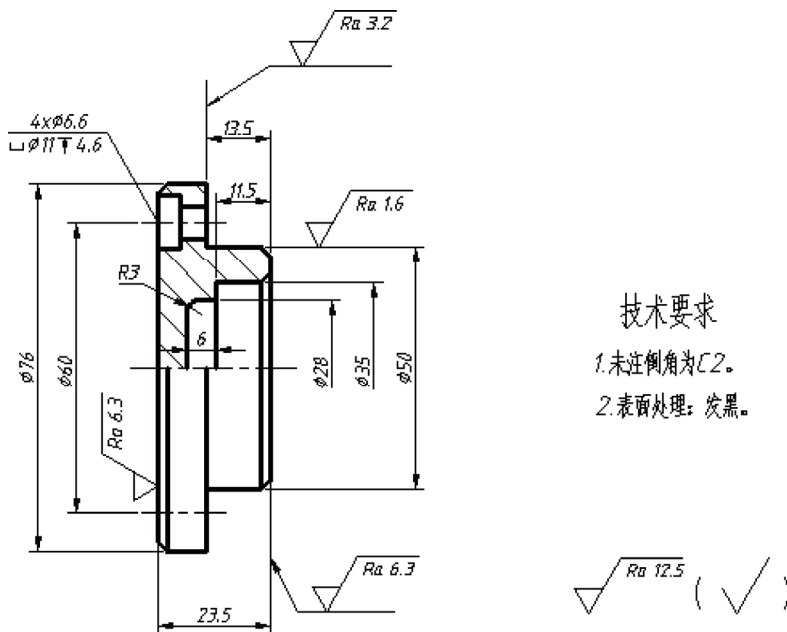

图 15-126 绘制平面图练习
- (1) 在绘制与圆弧或圆均相切的直线时, 应该如何指定相应的切点?
- (2) 如果要频繁修改平面图中的图形形状尺寸, 那么最佳的设计方法是不是使用参数化功能? 在使用参数化功能的一般思路是怎样的?
- (3) 在绘制工程零件时, 哪些标注项目可以使用属性块的方式?
- (4) 上机练习: 绘制图 15-126 所示的图形, 并在新文件中创建其三维模型。